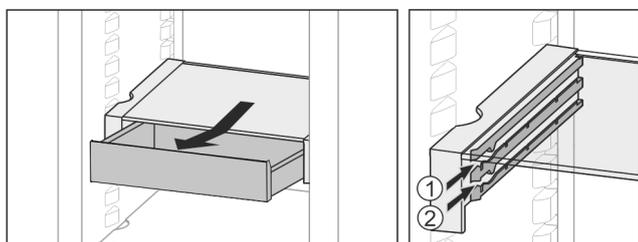

Fig. 28
- ▶ Inserire all'altezza desiderata Fig. 28 (1) o Fig. 28 (2).